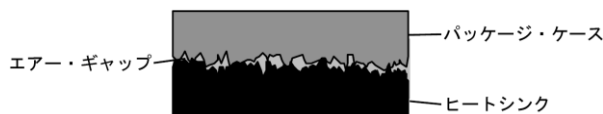
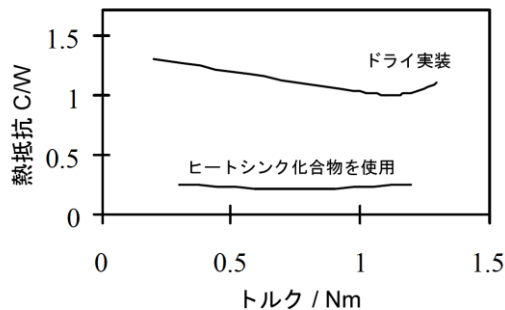
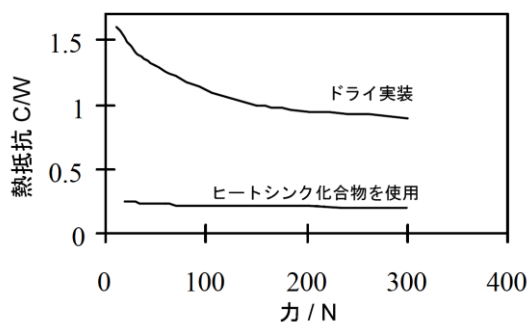

図 1 パッケージ・ケースとヒートシンク間の接触熱抵抗の発生源を示す断面図
図 2 ヒートシンクに実装された PowIRtab™ パッケージの取り付けネジ・トルクの間数として表された接触熱抵抗（ドライ実装とヒートシンクコンパウンドを使用した実装）
図 3 ヒートシンクに実装された PowIRtab™ パッケージのクリップ力の間数として表された接触熱抵抗（ドライ実装とヒートシンクコンパウンドを使用した実装）
接触抵抗の物理的発生源は、表面が決して完全に平坦ではないということの結果です。実装面の推奨平坦度は 10mm 内で 0.02mm です。実装穴の製作時には、損傷が生じないように特に注意を払う必要があります。十分に準備された 2 つの表面の場合でも、大きなエア・ギャップによって分離されたいくつかのポイントでのみ実際に接触が起こります。これを図 1 に示します。空気は非常に優れた熱絶縁物であるため、これは望ましくないことであり、熱抵抗を増加させます。表面間に閉じ込められた空気の量を低減する方法は 2 つあります。1 つは、2 つの表面を結合する力を増加させること、もう 1 つは、ギャップを埋めて接触領域の品質を改善することです。前者の場合は、クリップでチップの上に力を加えることによって、またはタブをヒートシンクに取り付けるネジのトルクを増加させることによって、これを行うことができます。取り付けネジに対するトルクの関数またはクリップ力の関数として熱抵抗がどのように変化するかを図 2 と図 3 に示します。取り付けネジを締め付け過ぎると、半導体パッケージが変形し、熱抵抗が増加する可能性があります。これは図 2 に示されています。図 2 は PowlRtab™ に対するトルクの関数として熱抵抗を示しており、ドライ実装の場合は 1.1Nm で最小、ウェット実装の場合は 0.8Nm で最小となっています。他のパッケージ・タイプも同様の性質を示します。半導体を正しく実装してこの問題や他の問題を回避する方法については、このアプリケーション・ノートで詳しく説明します。
- クリップによって供給される力を増やすと、熱抵抗が減少します。これは図 3 に示されています。ただし、より強力なクリップを使用しても、必ずしも性能改善が得られるわけではありません。通常は、最小 20N ～最大 50N の力を加えることを推奨します。